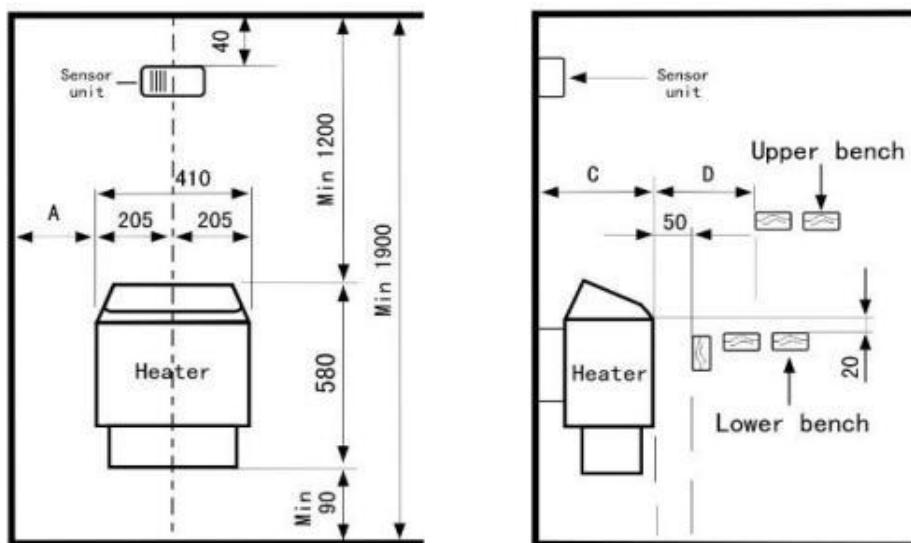
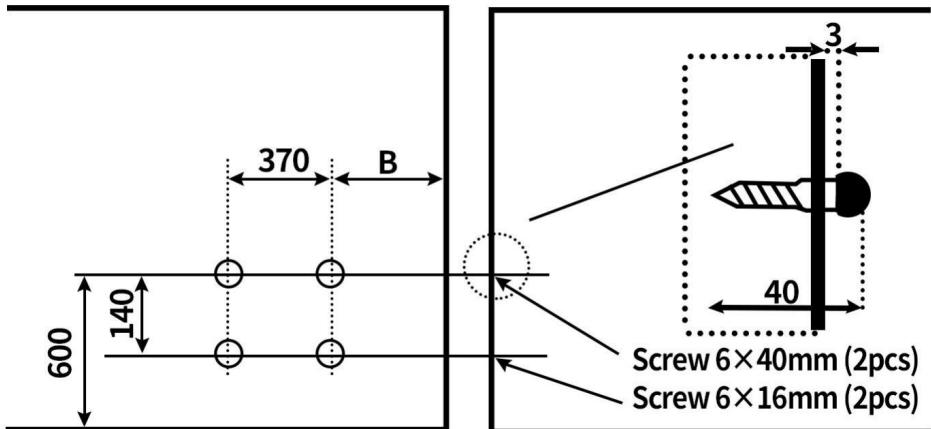

Bild 3
Bild 4
Temperatursensor och bastuagggregat måste installeras strikt enligt följande diagram. (Se Fig. 3 och Fig. 4)
1. Fäst sensorenheten med skruvar på väggen rakt ovanför bastun värmaren inne i bastun. Kontrollera diagrammet för minsta avstånd (se fig. 3).
Vänligen fölж minimiavstndet fr bastuagggregatet under installation (se fig. 3), vilket ingår i installationsschemat. Underltenhet att Om du fller dessa kan det orsaka brnnskador p trvggen.